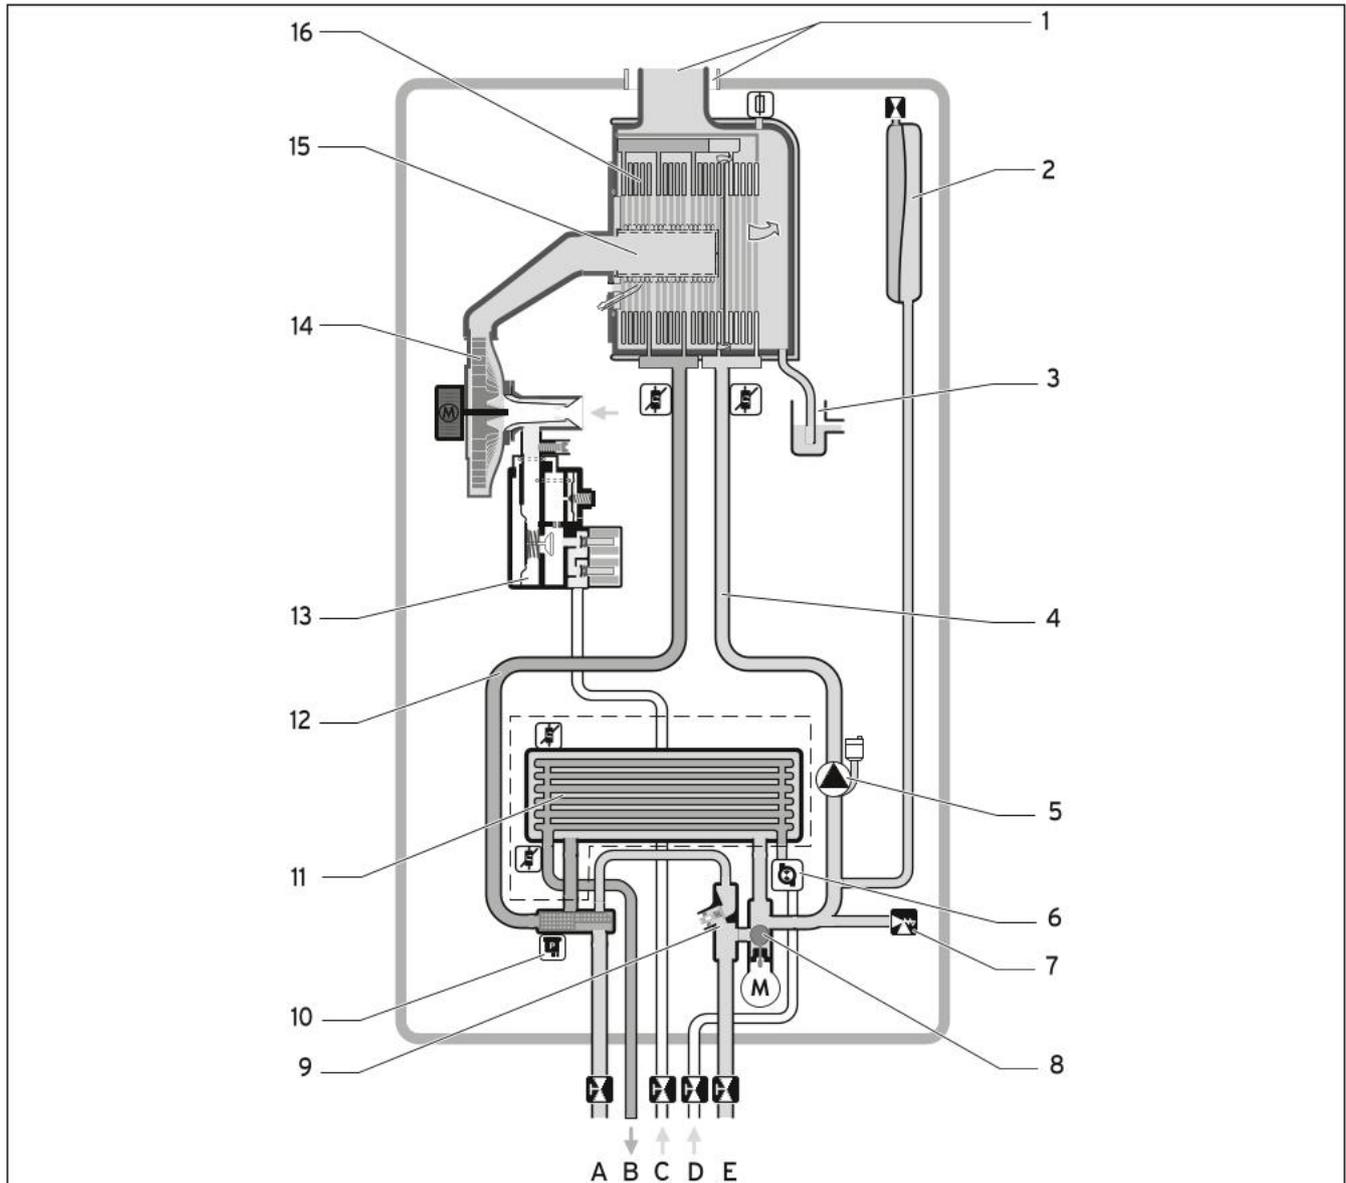

Abb. 4.1 Funktionsschema ecoTEC plus VCW-Gerät
Wird ein Warmwasserhahn geöffnet registriert der Aquasensor (6) die geforderte Wassermenge. Bei einem Durchfluss von mehr als 1,5 l/min geht das Gerät in Betrieb. Das Vorrangumschaltventil (8) geht in die untere Position (wie in Abb. 4.1) und öffnet den Rücklauf des Warmwasserwärmetauschers, gleichzeitig wird der Heizungs-Rücklauf verschlossen. Das Vorrangumschaltventil räumt einer Warmwasseranforderung immer Vorrang ein und setzt damit auch bei vorliegender Heizanforderung den Heizbetrieb für die Dauer der Warmwasseranforderung außer Kraft. Der Warmwasserwärmetauscher (11) liefert das warme Wasser für die Zapfstellen. Wenn der Warmwasserhahn geschlossen wird und kein Warmwasser mehr benötigt wird, läuft die Pumpe des Gerätes kurze Zeit nach, um das Gerät kontrolliert herunter zu fahren.